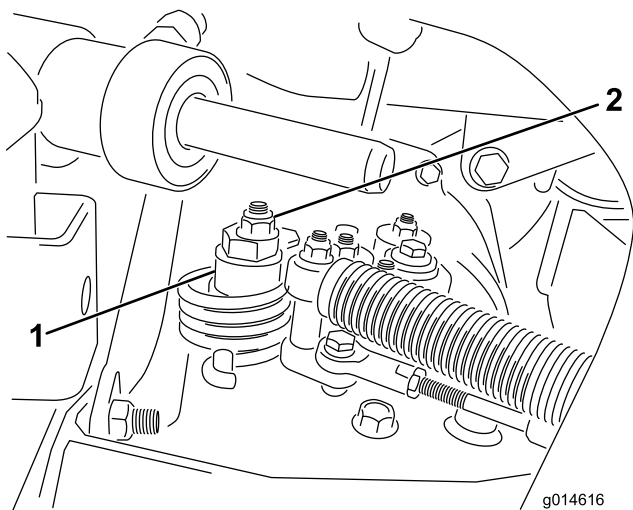

Рисунок 46
- A. Ослабьте гайку крепления эксцентрика к верхней части гидростата (Рисунок 46).
фиксирует эксцентрик и регулировку (Рисунок 46). Проверьте регулировку в положениях дроссельной заслонки МЕДЛЕННО и БЫСТРО.